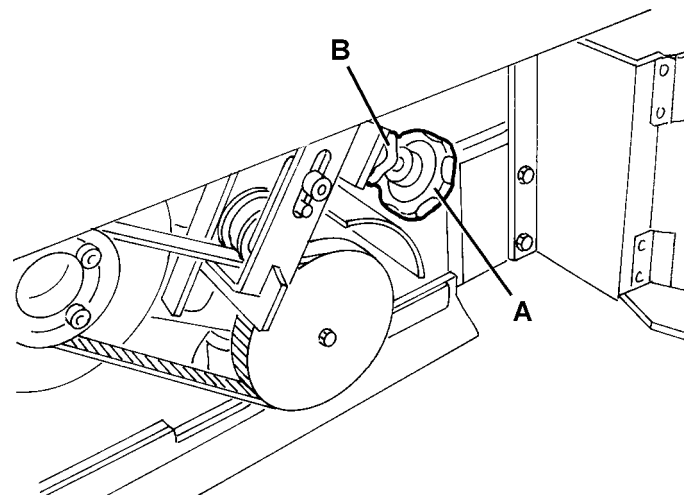

Abbildung 4
- Die Schraube entfernen, dann den Befestiger (6) lösen.
- Die linke Klappe (5) öffnen.
- Die Gegenmutter (B, Abb. 4) lösen.
- Den Knopf (A) drehen und berücksichtigen dass:
- Die Gegenmutter (B, Abb. 4) anziehen.
- Die linke Klappe (5) schließen und den Befestiger (6) einrasten, dann die Schraube anziehen.